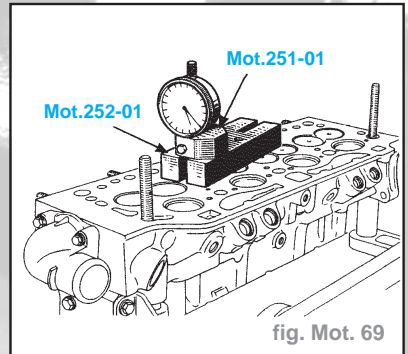

fig. Mot. 69
- Placer au fur et à mesure les soupapes neuves, les rondelles d'embase (3), les ressorts (4) et les coupelles (5).
- Placer les demi-bagues (6) (identiques pour les soupapes d'admission et d'échappement).
- Vérifier leur dépassement à l'aide des outils **Mot. 251-01 et Mot. 252-02** (fig. Mot. 69)